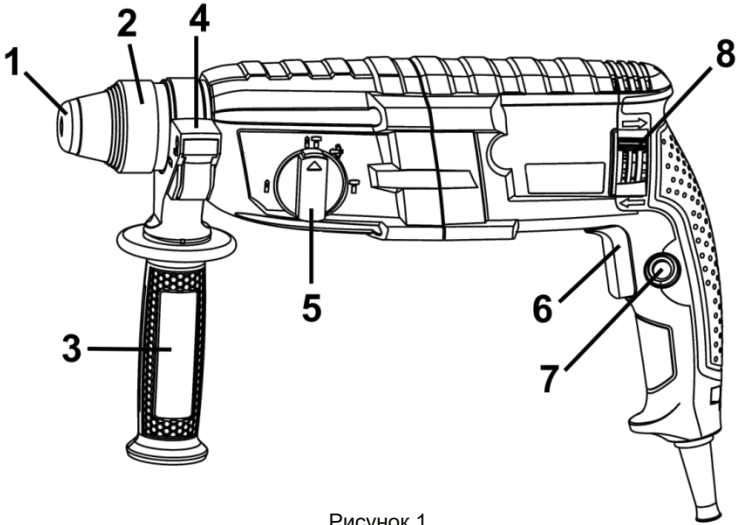

Рисунок 1
4.1 Выберите необходимый режим работы изделия с помощью переключателя (5) (см. рисунок 1, таблицу 2). При необходимости изменения угла наклона насадки при выполнении долбежных работ произведите необходимые операции, описанные в пункте 3.5. Если необходимо установить сверлильный патрон – установите его в патрон SDS-plus через адаптер.
4.2 Для включения изделия нажмите на курок выключателя (6) (рисунок 1). Для отключения изделия следует курок отпустить.